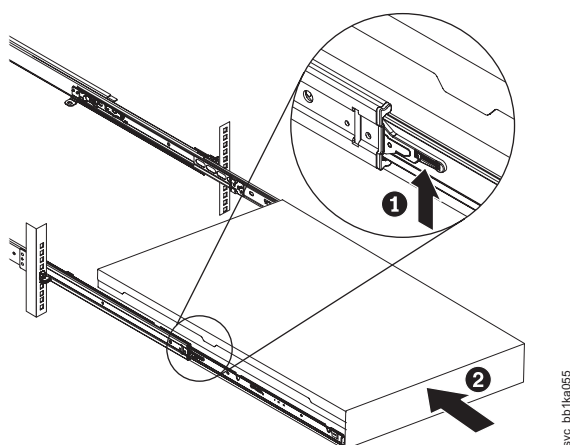

図 106. ラックのスライド・レールの SAN ボリューム・コントローラー 2145-CF8 または 2145-CG8 ロック・レバーを上げる
12. スライド・レール上のロック・レバー (図 106 の **1**) を上げて、サーバー **2** を、所定の位置にカチッと音を立てて収まるまで、ラック内に完全に押し込みます。